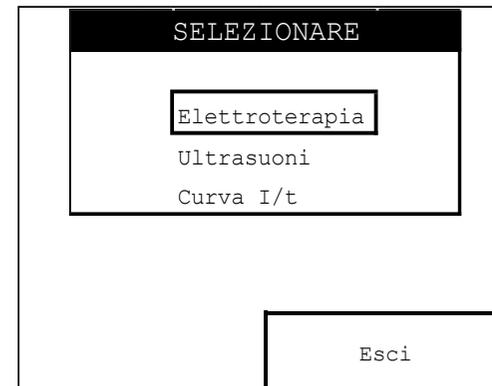
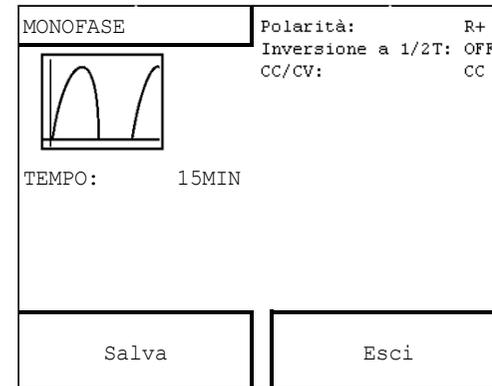
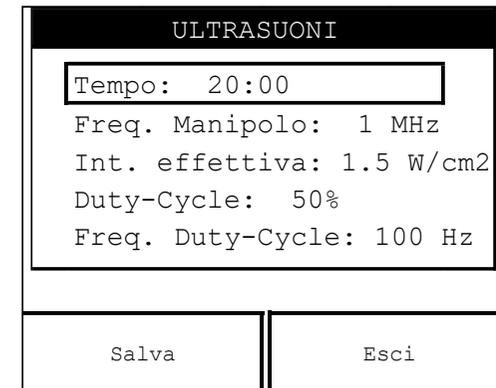

Fig.16
Fig.17
Fig.25
Premendo il tasto funzione relativo al pulsante CREA PROGRAMMI (vedi fig.2) compare la schermata di fig.16.
In corrispondenza della schermata di fig.16 premere la manopola encoder sulla modalità ELETTROTERAPIA: compare la schermata di fig.17.
In corrispondenza della schermata di fig.16 premere la manopola encoder sulla modalità ULTRASUONI: compare la schermata di fig.25.
2. in corrispondenza della schermata di fig.16 ruotare la manopola encoder fino a posizionare il cursore sul menù CURVA I/t;